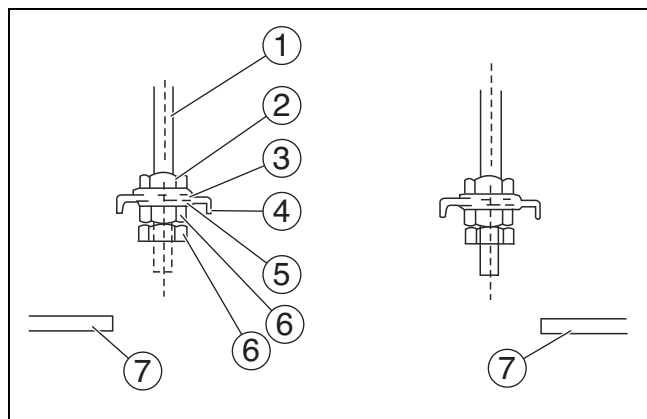

Рис. 14
- Отрегулируйте положение гаек. Размер зазора между шайбой (нижней части) и потолком определяется фактической конструкцией потолка (→ рис. 14).